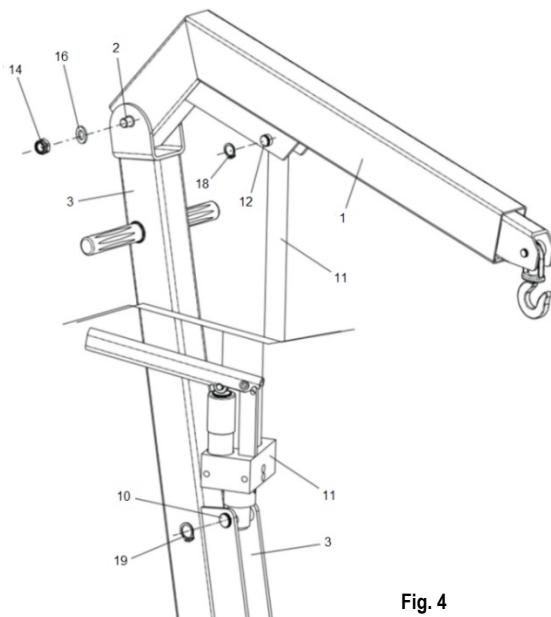

Fig. 4
3. Monter armen (1 - fig. 4) på rammen (3 - fig. 4) ved hjælp af låsestiften (2 - fig. 4), møtrikken (14 - fig. 4) og pakningen (16 - fig. 4).
Monter cylinderenheden (11 - fig. 4) på rammen (3 - fig. 4) ved hjælp af fastgørelsesstiften (10 - fig. 4) og fastgørelsesringen (19 - fig. 4).
Monter cylinderenheden (11 - fig. 4) på armen (1 - fig. 4) ved hjælp af fastgørelsesstiften (12 - fig. 4) og fastgørelsesringen (18 - fig. 4).